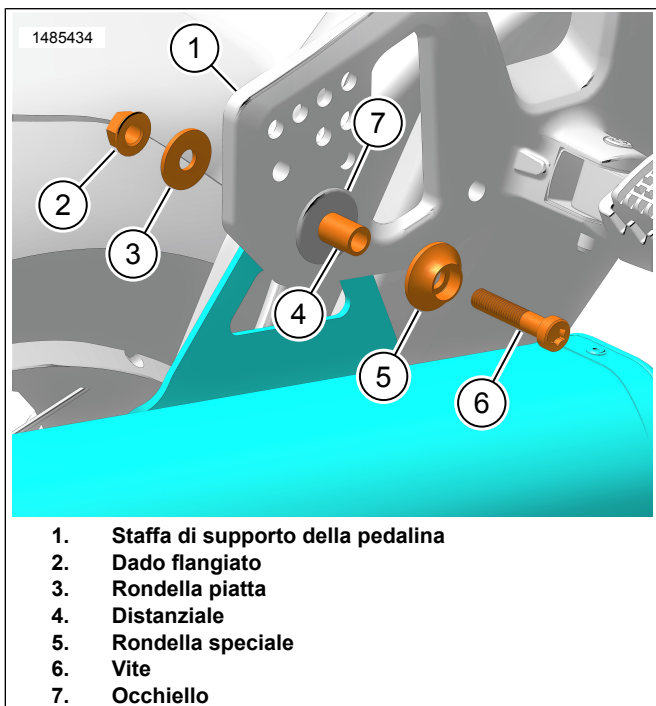

Figura 5. Bulloneria della marmitta
- a. Allineare la staffa di montaggio (2) con il foro.
5. Figura 5 Posizionare la staffa della marmitta dietro la staffa di supporto della pedana del passeggero (1).
- a. Allineare i componenti e installare il distanziatore (4).
- a. Usare il frenafili sulla vite (6).
10. Figura 5 Serrare la vite (6).